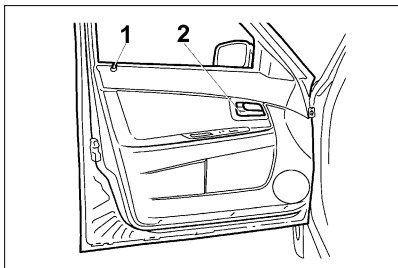
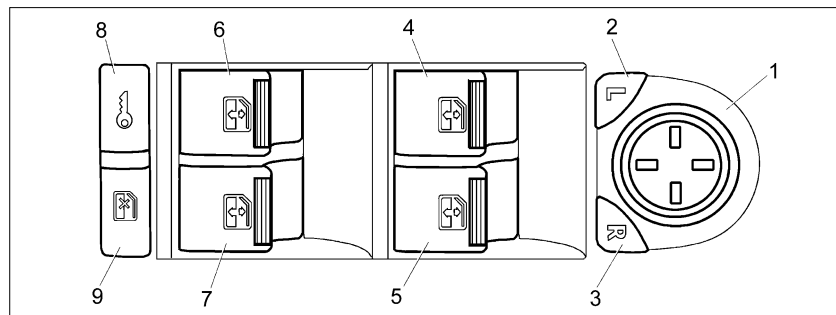
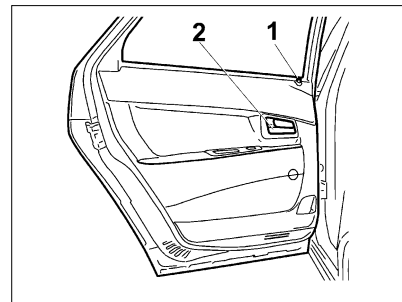

Рис. 4. Передняя левая дверь
Рис. 6. Модуль двери водителя
Рис. 7. Задняя левая дверь
Рис. 4а. Передняя левая дверь
Передние двери блокируются: снаружи – поворотом ключа 1 (рис. 3, 3а) или нажатием кнопки блокировки  на пульте дистанционного управления; изнутри – нажатием кнопки 1 (рис. 4, 5) на обивке двери или клавиши 8  в модуле двери водителя (рис. 6). Блокировать замки передних дверей можно только при закрытых дверях.
В вариантном исполнении изменяется комплектация дверей, показанная на рис. 4а, 5а:
Двери открываются: снаружи – за ручку в направлении стрелки (рис. 3), а изнутри – поворотом на себя рукоятки 2 (рис. 4, 5). Если замок двери заблокирован, то ручка будет иметь холостой ход.
Для подъема и опускания стекол передних и задних дверей используются электростеклоподъемники, которые могут управляться от переключателей модуля двери водителя (рис. 6, поз. 4...7)*, от переключателей в пассажирских дверях и от кнопок  и  пульта дистанционного управления. Для подъема нужного Вам стекла потяните за край
* В варианте исполнения переключатели поз. 6, 7, 9 (рис. 6) могут отсутствовать (см. рис. 6а).
Рис. 6а. Модуль двери водителя
Задние двери блокируются снаружи – пультом дистанционного управления, изнутри салона нажатием кнопки 1 (рис. 7, 8) на двери или клавиши 8  в модуле двери водителя (рис. 6). Блокировка замков задних дверей возможна как при открытых, так и при закрытых дверях.
Для опускания и подъема стекла задних дверей используются электростеклоподъемники (**в варианте исполнения**), которые приводятся в действие переключателями 6 и 7 (рис. 6) в модуле двери водителя и кнопками  и  пульта дистанционного управления.